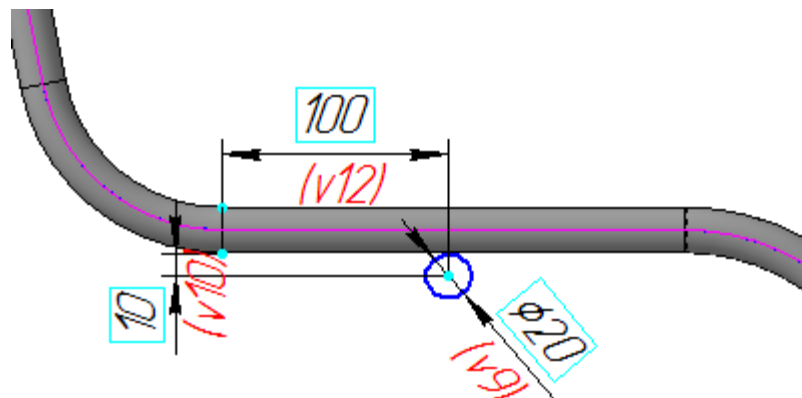

Рисунок 45
- Чуть ниже горизонтального участка Трубы постройте небольшую окружность и проставьте размеры (рис.45).